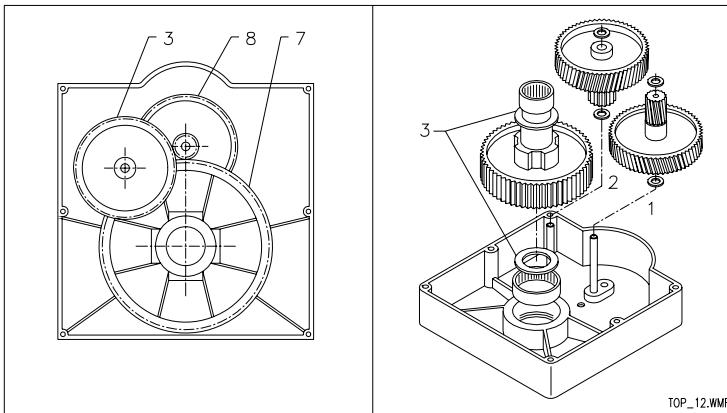

Abb. 13
- Die Anschlagsscheiben in die Stellen 1-2-3 (Abb. 13) einsetzen.
- Das verstärkte Schraubenzahnrad Abb. 13, Punkt 8 Z=87 einrichten und dabei achten, daß das Ritzel nach oben zugewandt wird.
- Die Welle mit dem Rad mit geraden Zähnen in das Loch einsetzen (Abb. 13 Punkt 7 Z=54)
- Auf die seitliche Welle das Schraubenzahnrad Abb. 13, Punkt 8 Z=46 einsetzen und dabei achten, daß das Ritzel mit geraden Zähnen nach unten zugewandt wird.